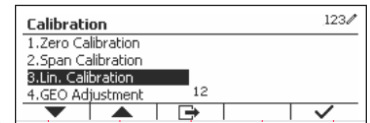

Figure 20
- Pour quitter la sélection « Lin. Calibration » (Étalonnage de linéarité), appuyez sur le bouton multifonction correspondant à l'icône ✓. (Voir Figure 20)